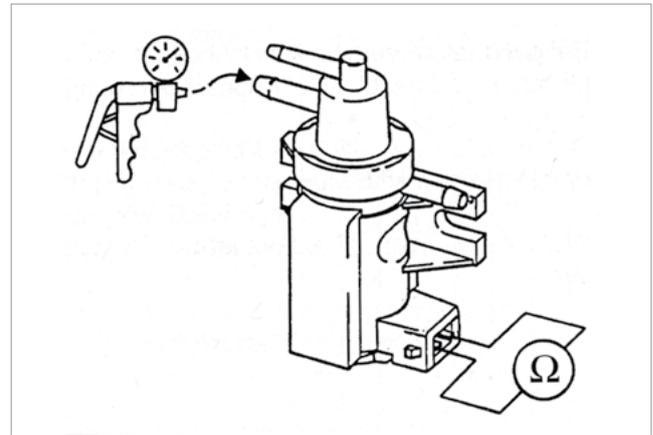

Fig. 6 : Mesurer la résistance électrique sur le convertisseur de pression
- mesurez la résistance entre les contacts de le convertisseur de pression (voir Fig. 6).